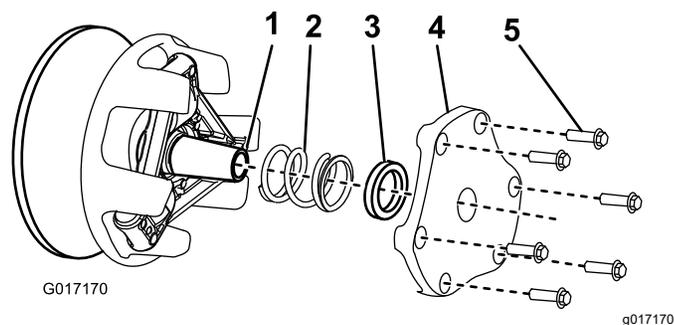

Figure 50
4. Mettez le couvercle, l'entretoise et le ressort de côté (Figure 50).